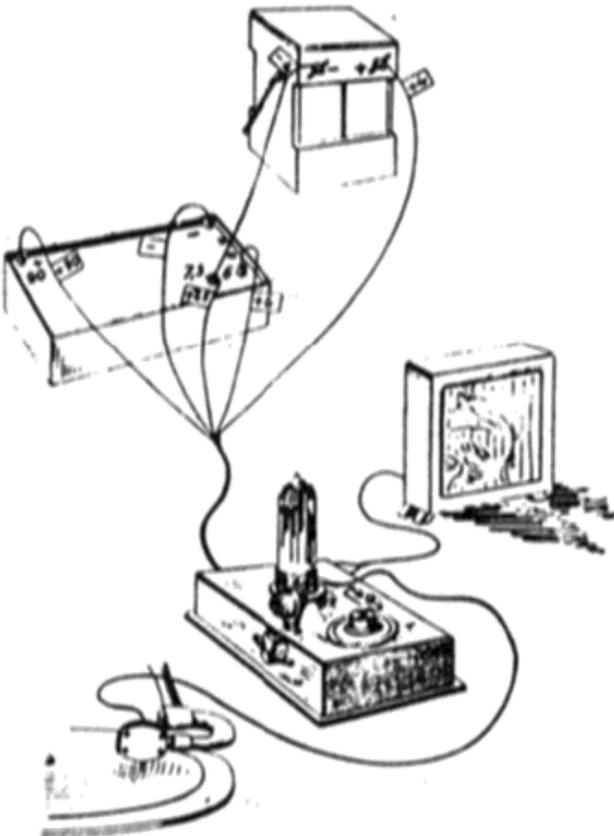

Abb. 2
Beim Loewe-Radio-Ortsempfänger sind die Stecker der Schalldose in die Buchsen der feststehenden Spule einzusetzen, nachdem die Spule für den Rundfunkempfang vorher entfernt worden ist. (Siehe Abb. 2.)
normale Zimmer-Lautstärke genügt eine Anodenspannung von 90 Volt. Die Gitterspannungen werden dann an der Anodenbatterie so angeschlossen, wie sie auf den Bezeichnungsschildern der Anschluß-Schnüre vermerkt sind. (Abb. 2.)
1. Loewe-Radio-Ortsempfänger-Anlage (bzw. Ortsempfängerteil des Loewe-Radio-Fernempfängers) mit Loewe-Radio-Lautsprecher für Zimmerlautstärke. (Abbildung 2, 3 u. 4.)